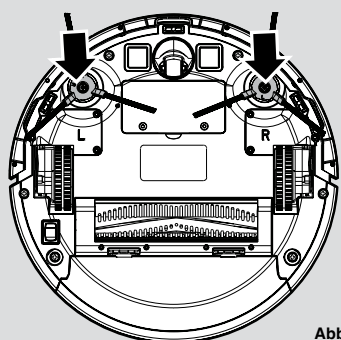

Abb. 3
6. Drücken Sie die beiden mit L und R gekennzeichneten Rotationsbürsten in die Halterungen, bis sie einrasten. Beachten Sie die Bezeichnungen L und R auf dem Gerät und den Bürsten. **[Abb. 3]**